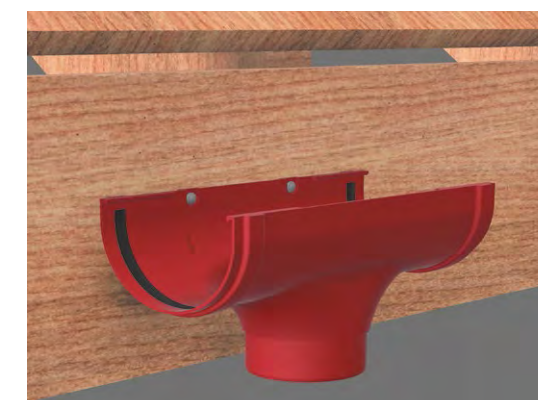

Рис. 25 Монтаж воронки на лобовую доску
- При наличии лобовой доски фиксация воронок осуществляется через крепёжные отверстия, расположенные на тыльной стороне элемента (Рис. 25).